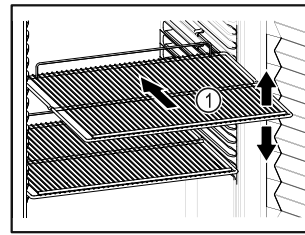

Fig. 50 Atvaizdo pavyzdys
- Jei pastatymo grotelės Fig. 50 (1) galima perkelti, pritaikykite atsižvelgdami į aukštį.